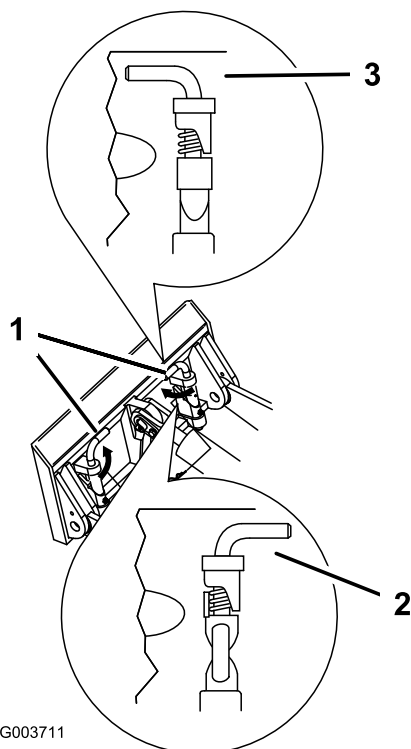

Figura 19
7. Acople los pasadores de enganche rápido, asegurándose de que están correctamente introducidos hasta el fondo en la placa de montaje (Figura 19).